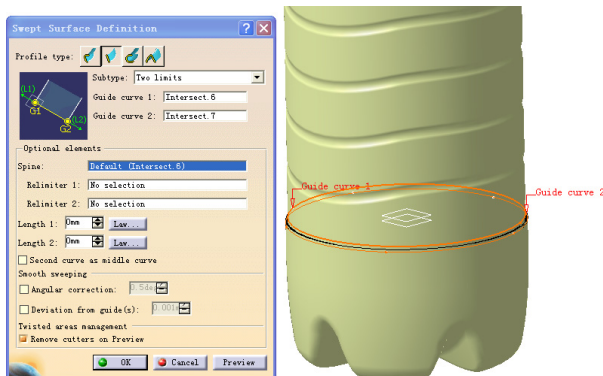

图 4-502
① 单击“扫掠”图标, 选择 Line 中的 Two limits 作为扫掠类型, 选择 Intersect.6 和 Intersect.7 作为引导线 (Guide curve), 如图 4-502 所示, 单击 OK 按钮完成扫掠曲面 Sweep.3 的建立。